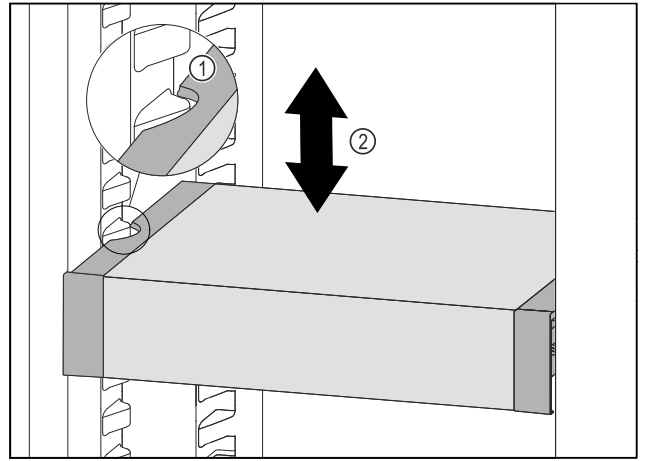

Fig. 79
- ▶ Изтеглете VarioSafe напред, докато страничните прорези на VarioSafe се намират на височината на реброто на съда в хладилната част. Fig. 79 (1)
- ▶ Преместете VarioSafe нагоре или надолу в хладилната част, докато се достигне желаната височина. Fig. 79 (2)